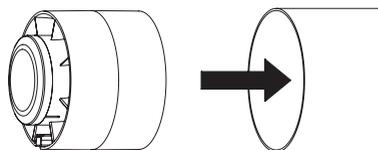

Fig. 1
1. Ventilatoren skal installeres i ventilationskanalen (fig. 1).